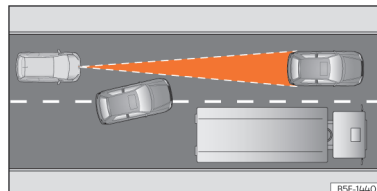

Fig. 106 Mudança de faixa de um veículo.
- Veículos que mudem para a faixa na qual circula a pouca distância do veículo >>> **Fig. 106.**